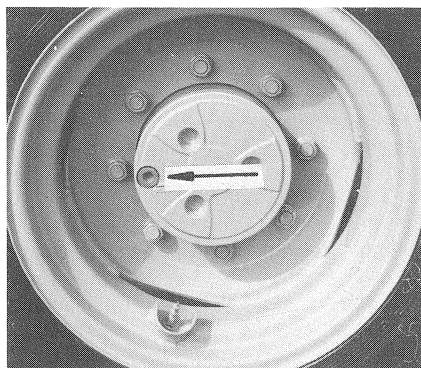

Bild 49
- (2) Aus dem Planetengetriebe Verschlußstopfen herausdrehen (Bild 49/Pfeil). Der Ölstand muß bis zur Verschlußstopfenbohrung reichen.
- (2) Das Rad so drehen, daß der Verschlußstopfen (Bild 49/Pfeil) in unterster Lage steht, Verschlußstopfen herausdrehen.
(2) Unscrew the plug from the planetary gear (fig. 49/arrow). Oil level should reach the plug bore.
(2) Dévisser le bouchon du réducteur planétaire (fig. 49/flèche). Le niveau d'huile doit atteindre le taraudage du bouchon.
(2) Turn the wheel in such a way that the plug (fig. 49/arrow) is placed in the lowest position. Unscrew plug.
(2) Tourner la roue pour placer le bouchon (fig. 49/flèche) tout en bas. Dévisser le bouchon.